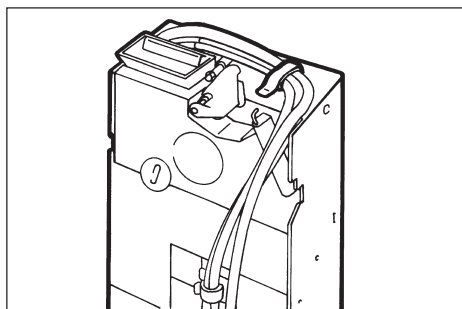

Fig. 19
- Introduire les trois câbles du monnayer dans la bosse de câble, en ayant pris soin que ceux-ci ne bouchent pas l'entrée des pièces ni ne gênent le levier de remboursement du monnayer (Fig. 19).